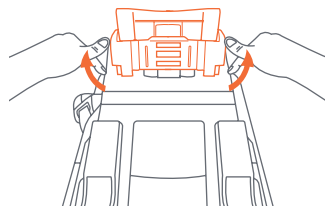

Fig. 57-3
- 3- Mientras mantiene presionados los botones, gire el pie de elevación hacia arriba hasta la posición bloqueada (Fig. 57-3).